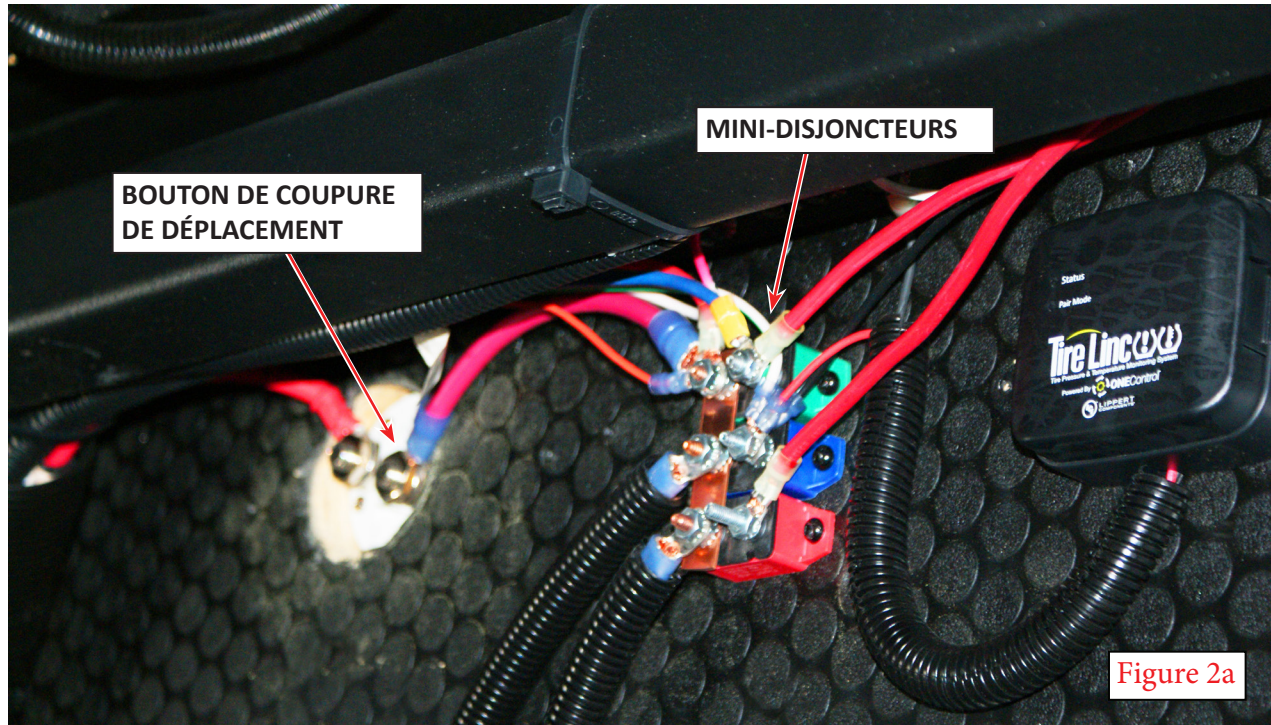

Figure 2a
3. Retirez les capots de câblage du bouton de « Coupure en déplacement » et des « Mini-disjoncteurs » (Figure 2a).